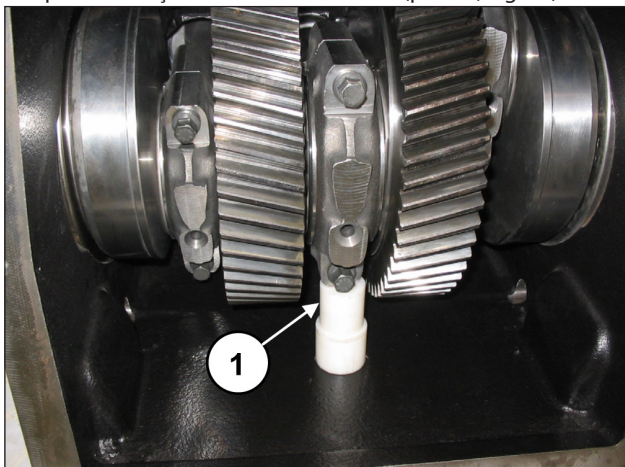

Fig. 84
Insira uma espessura sob o corpo da haste central para bloquear a rotação do eixo de manivela (pos. ①, Fig. 84).